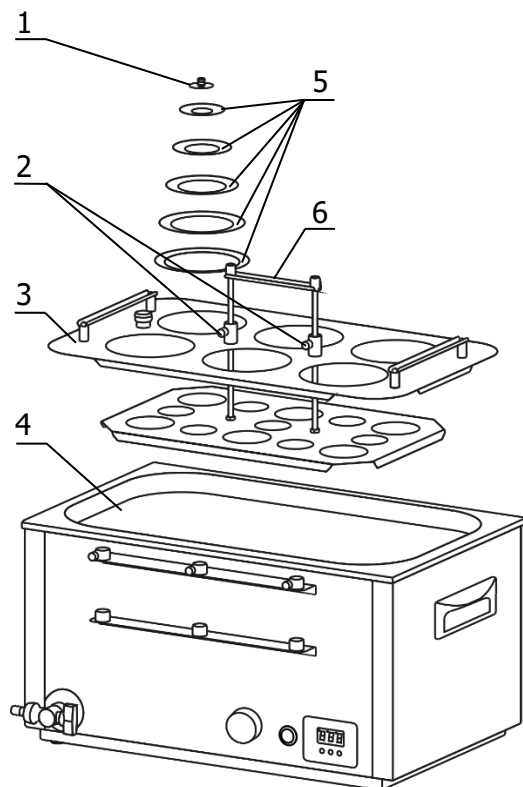

Рисунок 3 — Установка корзины в ванну бани (на примере ЛБ63)
1.4.3 Извлекаемая корзина 1 имеет адаптер для контрольного термометра 2 и регулируемое по высоте дно. Каждое рабочее место оснащено системой из пяти концентрических колец 5 (рисунок 3), позволяющей размещать в корзине емкости различного диаметра (максимальный
диаметр рабочего места — 110 мм). Крышка 1 (рисунок 3) закрывает отверстие в наименьшем из колец при неиспользовании рабочего места.
2.2.2 Установить корзину 3 в ванну 4 (рисунок 3).
Корзины лабораторных бань на два и шесть рабочих мест имеют стационарную ручку 6 (рисунок 3). Корзины бань на одно, три и четыре рабочих места — съемную ручку 6, показанную на рисунке 4.
2.2.4 Поднять дно корзины в крайнее верхнее положение с помощью ручки 6 и зафиксировать винтовыми фиксаторами 2 (рисунок 3). В зависимости от диаметра емкости установить необходимое количество концентрических колец 5 и поместить емкость в корзину. Положение колбы можно зафиксировать, надев на ее горловину кольцо подходящего диаметра.